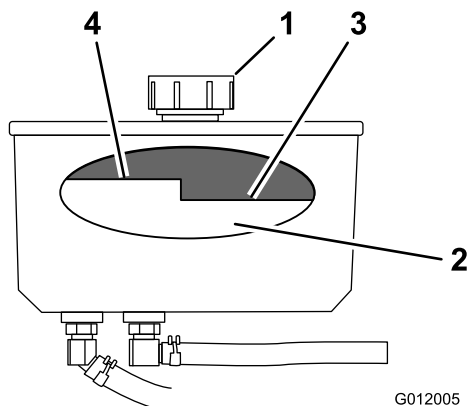

Figure 73
4. Nettoyez la surface autour du goulot et du bouchon de remplissage du réservoir hydraulique (Figure 73).
5. Enlevez le bouchon du goulot de remplissage (Figure 73).
Remarque: Lorsque l'huile est chaude, le niveau de liquide doit être en dessous du repère « à chaud » sur le déflecteur (Figure 73).